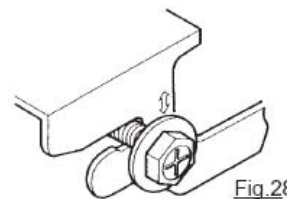

Fig.28
- El perno de suspensión se mantiene en el interior de la tapa de la unidad de interior. Nunca quite la tapa. Levante la unidad y deslícela en el diente. (Ver Fig. 28)